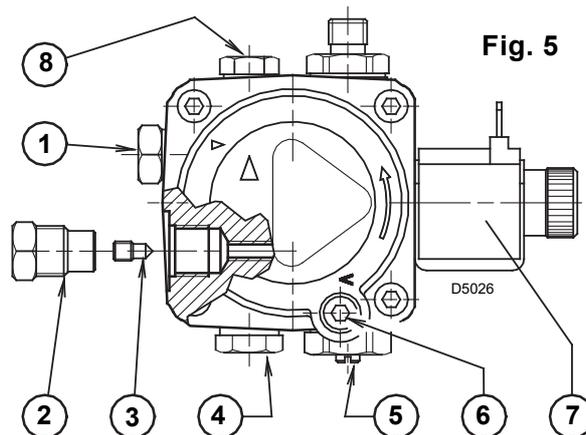
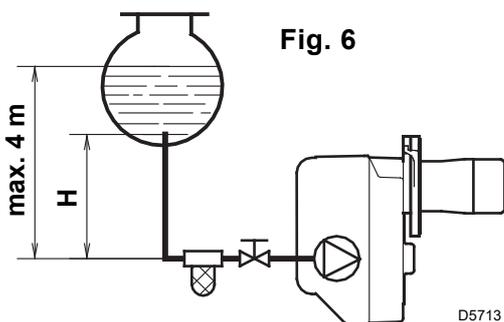

Fig. 5
Fig. 6
■ La pompe est prévue pour un fonctionnement en bitube. Pour le fonctionnement en mono-tube, il faut dévisser le bouchon de retour (2), enlever la vis de by-pass (3) et ensuite revisser le bouchon (2), (voir Fig. 5).
Dans l'installation en Fig. 6, il faut desserrer le raccord du vacuomètre (5, Fig. 5) jusqu'à la sortie du combustible.